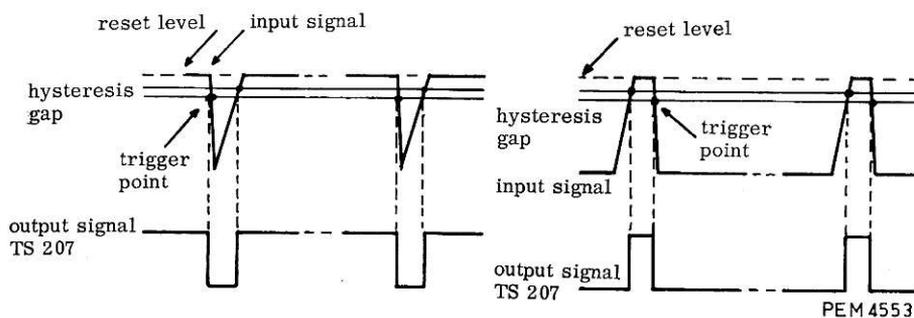

Fig. 9. Fonctionnement conformateur d'impulsions de déclenchement (valeur de crête)
- „TOP” le rétablissement du niveau du signal couplé alternatif présenté a lieu dans cette position, ce qui provoque le déclenchement comme indiqué à la figure 9, à gauche pour les signaux en sens négatif, à droite pour les signaux en sens positif (pente négative de déclenchement).